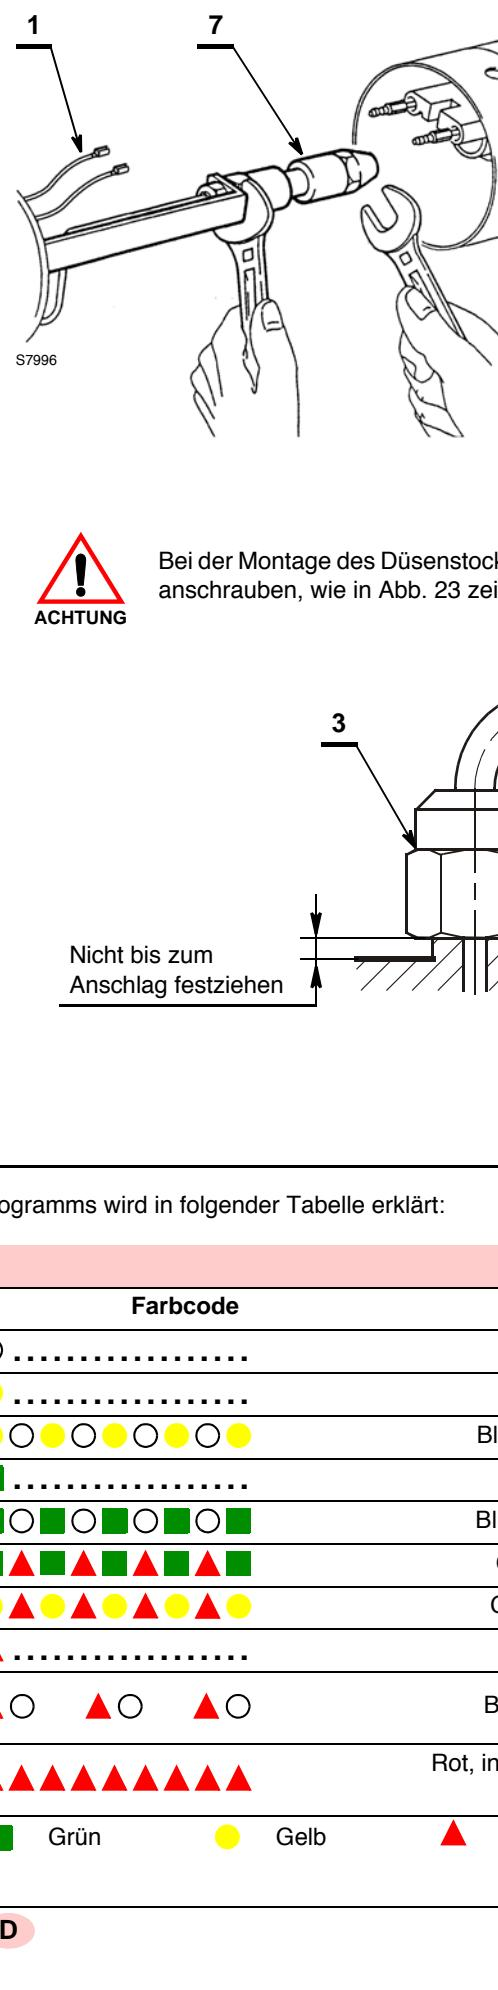

Abb. 22
- Die Düse 7) (Abb. 22) auswechseln während der Düsenstock mit einem Schlüssel festgehalten wird.